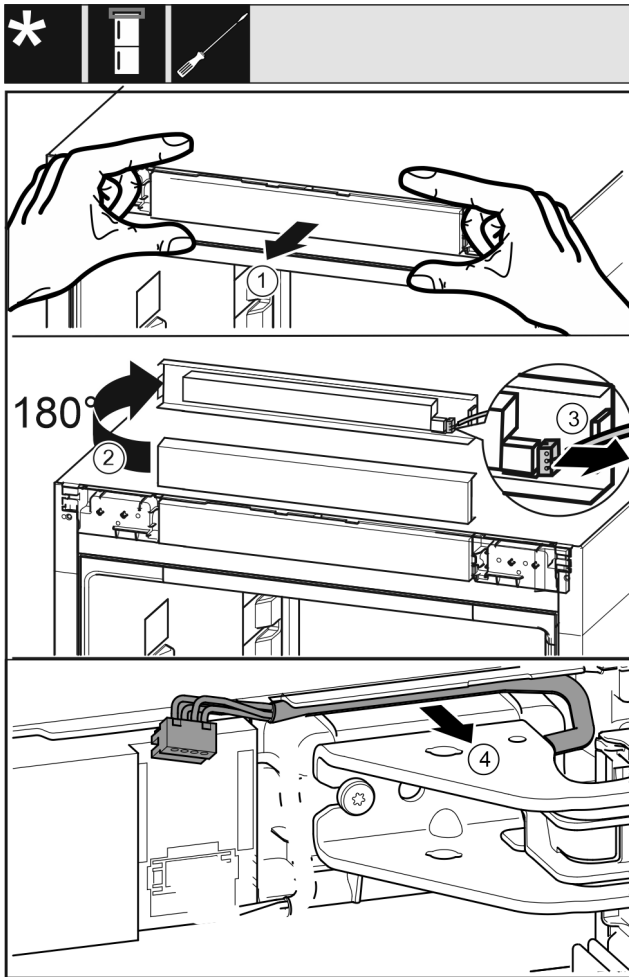

Fig. 19
- ▶ Bedienblende Fig. 19 (1) vorsichtig nach vorne lösen.
- ▶ Bedienblende Fig. 19 (2) nach oben um 180° drehen.
- ▶ Rastnase Fig. 19 (3) nach hinten drücken und den Stecker vorsichtig herausziehen.
- ▶ Kabel Fig. 19 (4) über Lagerbock vorsichtig aus der Führung lösen.